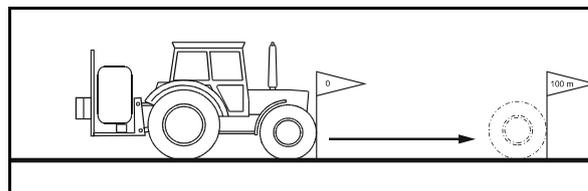

Рис. 44
2. Промаркируйте начальную и конечную точку контрольного участка (Рис. 44).